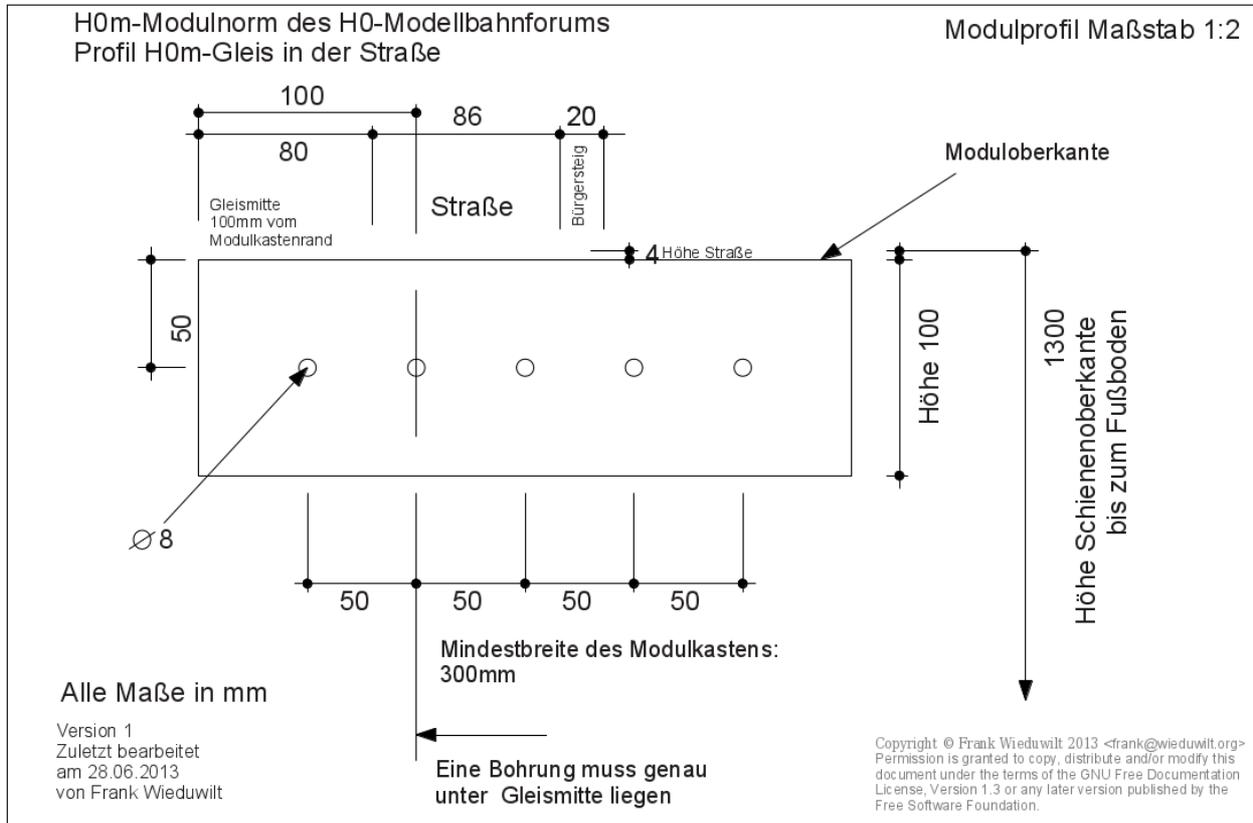

Abbildung 11: H0m Tram-Profil. Das Gleis liegt im Straßenplanum
**6.4.1** Bei diesem Profil liegt das Gleis in Seitenlage in der 86mm breiten und 4mm hohen Straße, die auf der von der Bahn abgewandten Seite einen 20mm breiten Gehweg aufweist. Die Lage der Straße entspricht dem anderen Straßenbahn-Profil (s. Abbildung 11).